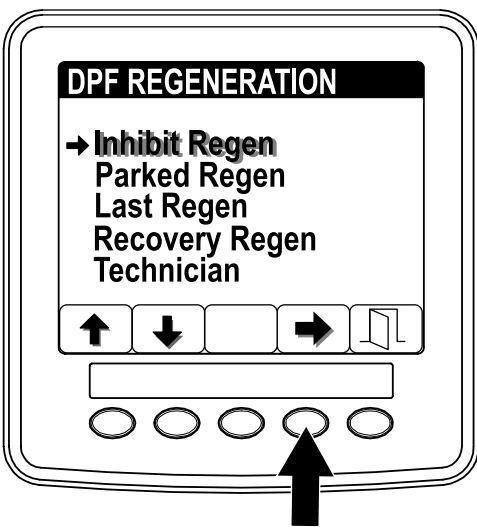

Рисунок 43
1. Перейдите к меню DPF Regeneration (Регенерация DPF) и нажмите кнопку 1 или 2 для прокрутки вниз к опции INHIBIT REGEN (ЗАПРЕТ РЕГЕНЕРАЦИИ) (Рисунок 43).
2. Нажмите кнопку 4 для выбора позиции Inhibit Regen (Запрет регенерации) (Рисунок 43).